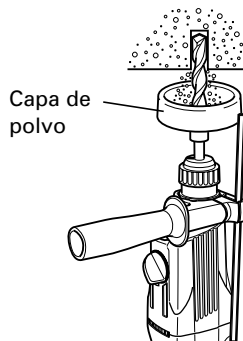
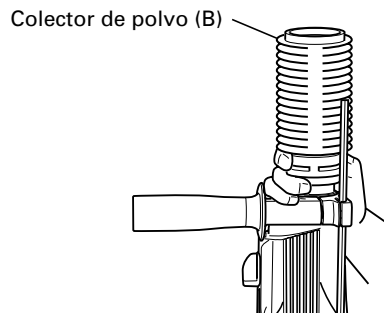

Fig. 3
Fig. 4
7. Cuando instale la copa de polvo o el lector de polvo (B) (Accesorios facultativos)(Fig. 3, Fig. 4)
Emplee la copa de polvo instalando la broca como se muestra en la Fig. 3.
- Instalación del colector de polvo (B)
Para emplear el colector de polvo (B), insértelo desde la punta de la broca alineándolo con la ranura de la empuñadura. (Fig. 4)